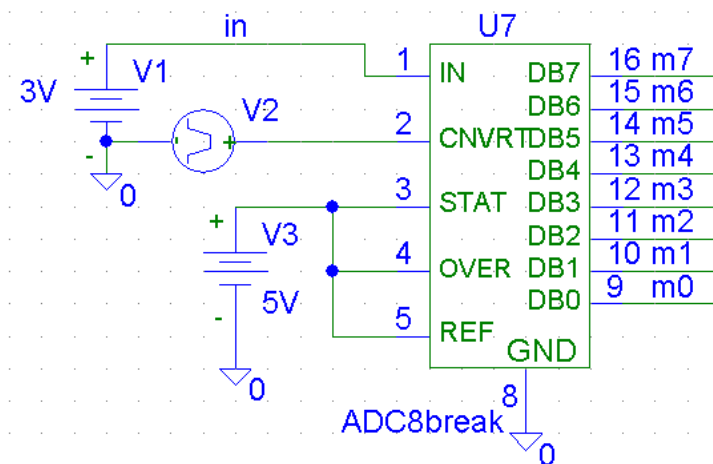

Рис. 6.5. Схема дослідження аналого-цифрового перетворювача
2.Зібрати схему дослідження АЦП (рис. 6.5).